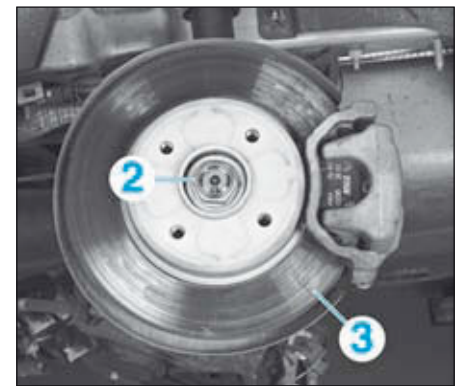

FIG.22
- Déposer l'écrou (2) et le disque (3) (Fig.22).